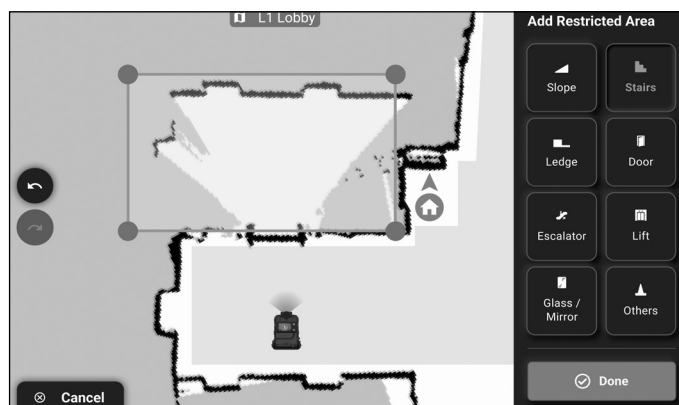

Abbildung 37
19. Markieren Sie auf der Karte Bereiche, die für den Roboter gesperrt werden sollen. Klicken Sie auf die Kategorien der Sperrgebiete, die auf dem Bildschirm (Abb. 37) zur Verfügung stehen.